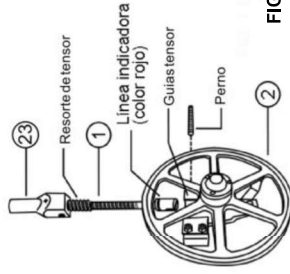

FIG. 7 Ensamble de polea superior y campana de tensión
- 2.- Hold the upper wheel (2) with one hand and with your other hand turn the tension handle (18) counter clock wise until is completely out of the rod.
- 3.- Slide the upper wheel (2) down, out of the tension guides and remove it. **be careful because it's heavy and if it falls may cause a personal injury.**
4.- La polea superior (2) esta ensamblada al sub-ensamblaje del tensor (vea fig. 7). Desensamble quitando el perno para horquilla con sus manos, esto le permitirá quitar la campana (23), el resorte, el perno indicador (1) y la horquilla (24). Limpie estas partes usando un cepillo suave y detergente después enjuague con agua. Asegúrese de quitar todo el desperdicio de las pistas de la polea.